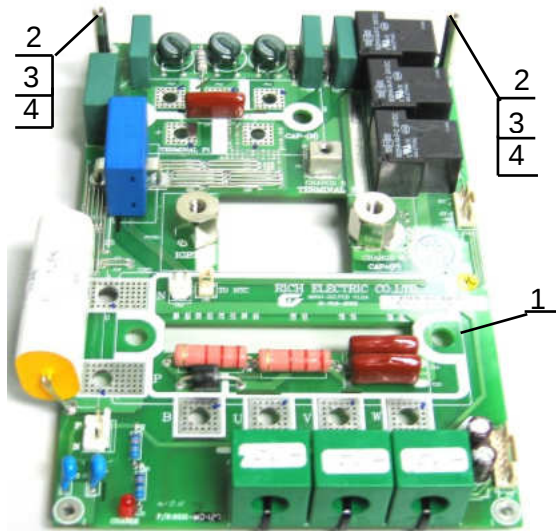

Рис.7.17
7.8.1. Установить на **плату модуля IGBT** (1) две стойки (2) и закрепить их гайками (3) с обратной стороны платы (рис.7.17).